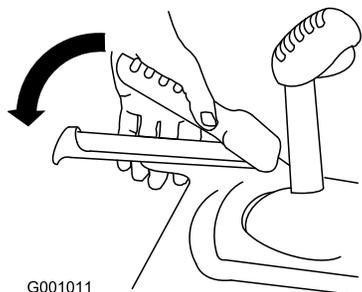

Рисунок 26
- Прижмите рычаг тяги к рукоятке и удерживайте его на месте (Рисунок 26).